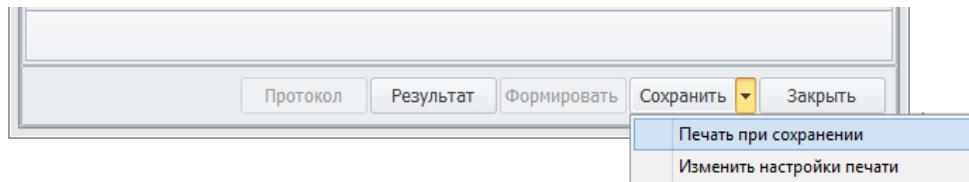

Рисунок 143: Вызов действия "Печать при сохранении"
- 3 Распечатать сформированные Рабочие наряды можно на этапе их сохранения. Для этого необходимо из меню кнопки **Сохранить** вызвать действие «Печать при сохранении» (рис. 143).